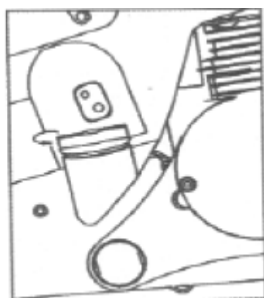

Fig. 4
- III. Scoateți cu atenție capacul rezervorului de combustibil, astfel încât orice presiune acumulată în rezervor să se elibereze încet (ref. Fig. 4)